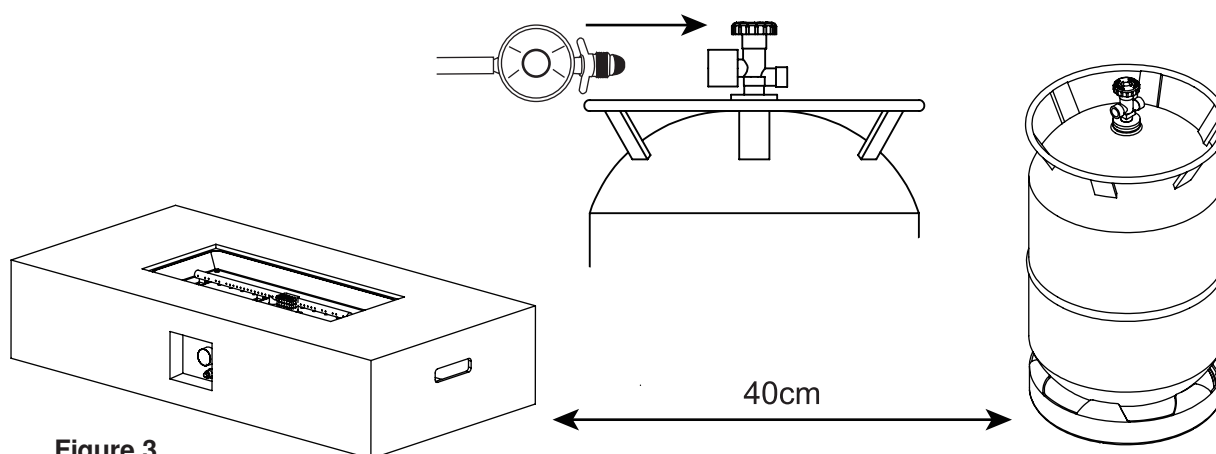

Figure 3
4. Bevestig de regulator aan de ventiel van de gasfles en draai stevig vast (zie Figure 3). Let op: Er moet minimaal 40 cm afstand zijn tussen de vuurschaal en de gasfles.